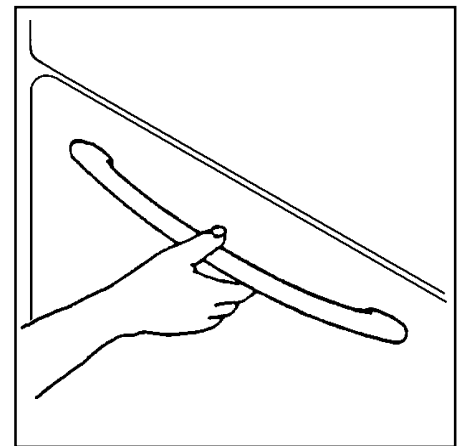

Fig. 4
**Pour ouvrir la porte du four, empoignez toujours la poignée au centre (Fig. 4).**